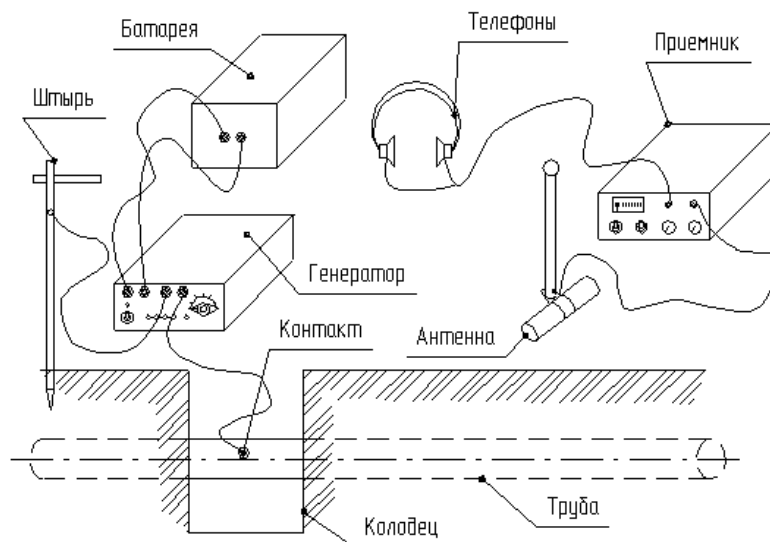

Рис.4. Функциональная схема активного режима трассоискателя.
Работа в пассивном режиме возможна не всегда, в том числе по причине слабого сигнала. Обнаружение подземных трубопроводов и обесточенных кабелей осуществляется приемником в режиме «1 кГц», при этом используется генератор трассоискателя. В этом случае режим работы называется активным. Функциональная схема работы в активном режиме приведена на рис.4.
7.1. Активный режим работы трассоискателя (рис.4).